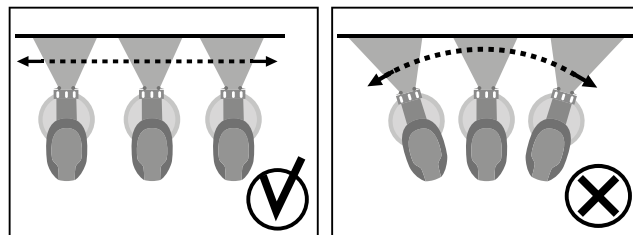

Рис. 4
**1.** Установите распылитель на расстоянии 25-30 см от окрашиваемой поверхности. Включите изделие, сначала нажав кнопку включения компрессора (3), затем курок выключателя (7).
**Примечание!** Расхода материала определяется регулятором (8). Равномерно ведите изделие вдоль окрашиваемой поверхности, держа распылитель перпендикулярно ей. В процессе работы не отклоняйте изделие от перпендикулярного положения (Рис. 4).